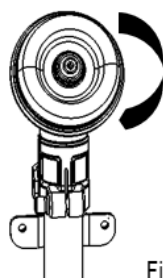

Fig.7
1. Rimuovere il dado (in senso orario) e tutti i componenti della testa (Fig. 7 e 8).